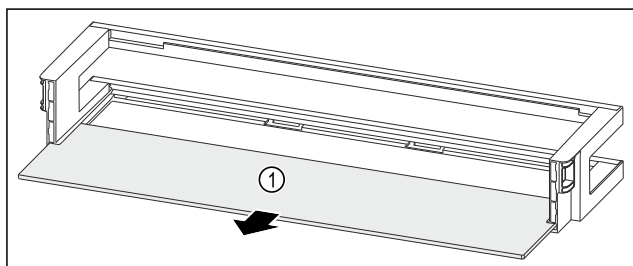

Fig. 201 Rafti i derës me raft mbajtës
► Hiqni raftin mbajtës Fig. 201 (1).